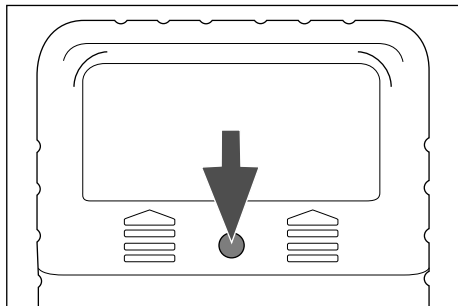

Abb. 1
- 1) Lösen Sie die obere Schraube an der Rückseite des Gerätes mit dem mitgelieferten Schraubenzieher **7** (siehe Abb. 1). Entfernen Sie die Batteriefachabdeckung, indem Sie diese nach oben schieben.